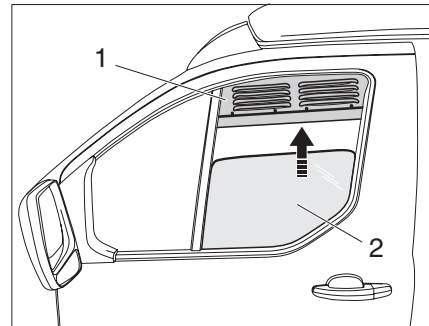

Bild 11 Sätta in ventilationsgaller
Luftgallret (Bild 11,1) måste förvaras på säkert sätt vid färd.
- ▶ Dra fordonsskivan (Bild 11,2) nedåt.
- ▶ Sätt in ventilationsgallret (Bild 11,1) överst i fönsterramen.